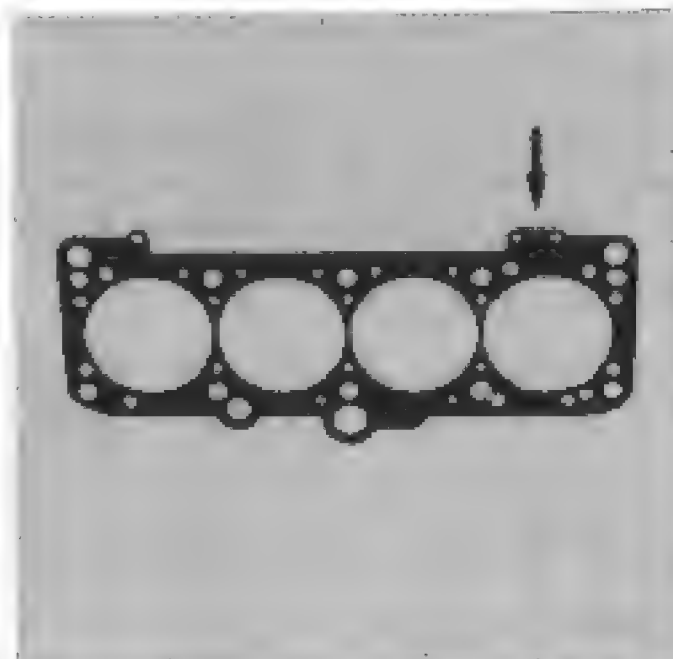

Fig.30 - Nova junta de cabeçote com furo adicional
- Maior área na região do guia da junta, com a inclusão de mais um furo (fig.30).